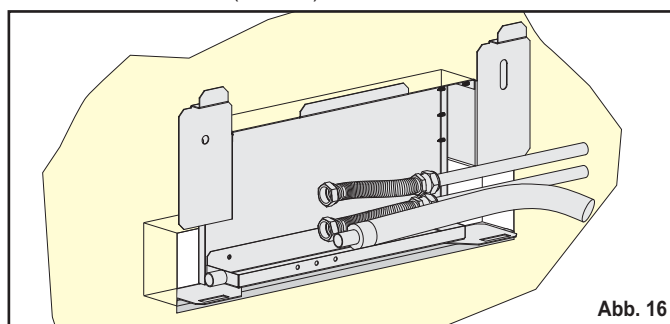

Abb. 16
6) Die Schläuche an die Speiseleitungen und den Kondensatabfluss des Gebläses anschließen. (Abb. 16)